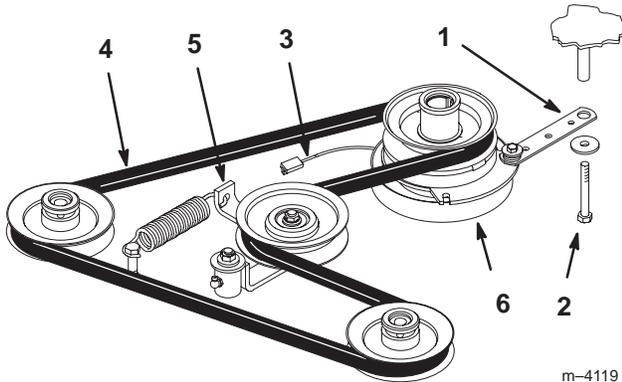

Figure 64
2. Enlevez le boulon de la barrette de l'embrayage et débranchez le fil de l'embrayage électrique (Fig. 64).
3. Écartez la poulie rappelée par ressort. Déposez la courroie de transmission des poulies du moteur et de la pompe hydraulique (Fig. 64).
4. Installez la courroie neuve sur les poulies du moteur et de la pompe hydraulique (Fig. 64).
5. Écartez la poulie rappelée par ressort, alignez la courroie, puis relâchez la poulie (Fig. 64).